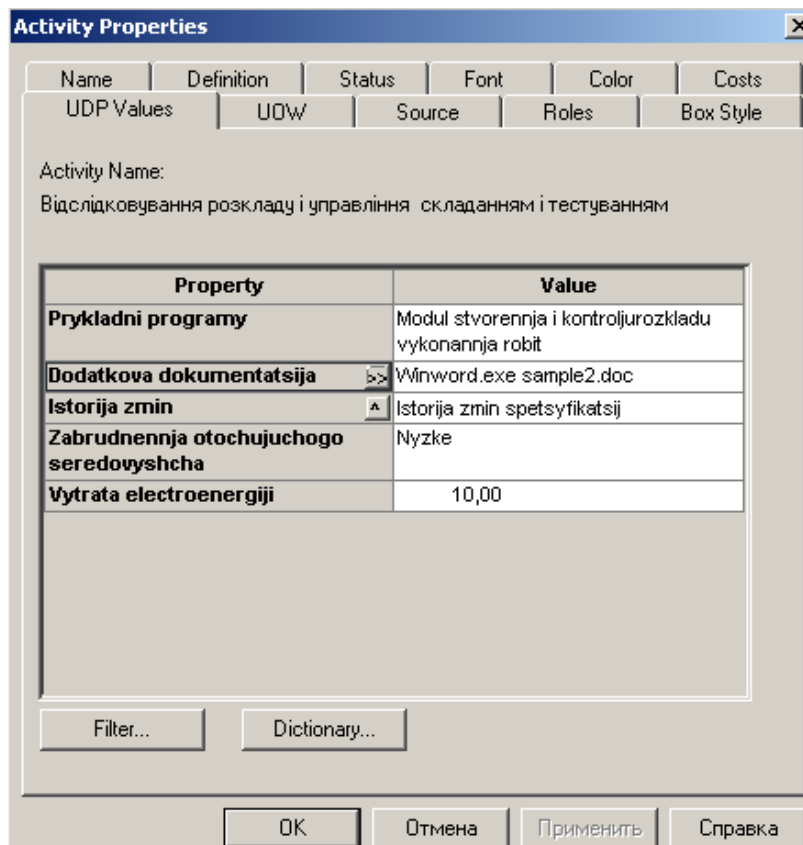

Рис. 6. Приклад внесення UDP властивостей для роботи A21.
4. Для призначення властивостей UDP певній роботі необхідно у її контекстному меню вибрати UDP. Введіть значення UDP для робіт на діаграмі декомпозиції блоку A2 згідно із Таблицею 3. Приклад, для роботи A21 наведено на рис. 6.